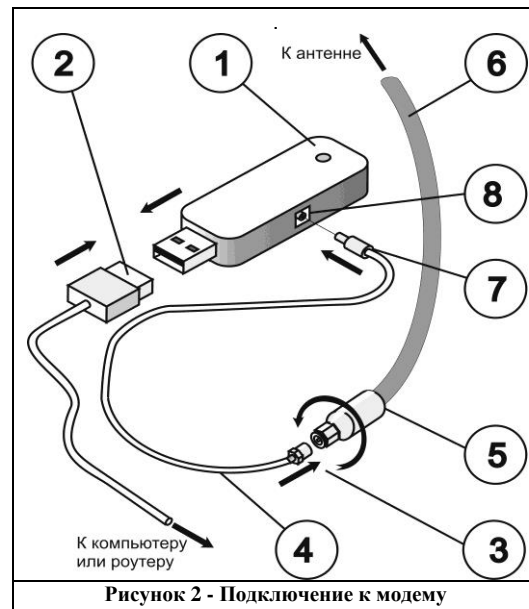

Рисунок 2 - Подключение к модему
3. Подключите нижний разъем (5) кабеля снижения (6) к разъему (3) антенного адаптера (4) (рис.2). Разъем (7) антенного адаптера вставьте в антенное гнездо (8) модема (1). Подключите модем (1) к компьютеру через USB-удлинитель (2). Аналогично подключите второй кабель снижения к модему через второй адаптер. Установите и запустите программу, поставляемую с модемом на вашем ПК. В настройках сети установите желаемый стандарт связи по умолчанию, например, "Только 4G/3G" или "Only LTE/3G".